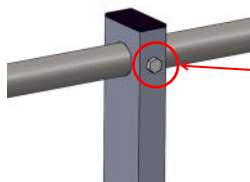

fig. 10
- Inserire i tubolari Ø 32 mm attraverso gli appositi fori ricavati sui montanti; **I tubolari che formano il corrimano ed il corrente intermedio devono essere innestati tra di loro per tutta la lunghezza della conificazione! Inoltre devono essere fissati tra loro da viti autoforanti.** (figg. 8 e 9). Una volta nella corretta posizione bloccarli mediante le appositi viti M8x13) (fig. 10)